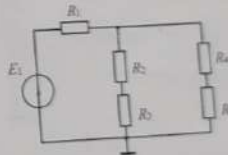

Рис. 1.9. Разветвленная электрическая цепь
4. Собрать схему, изображенную на рис. 1.9. Повторить пункты 2, 3 для этой схемы.